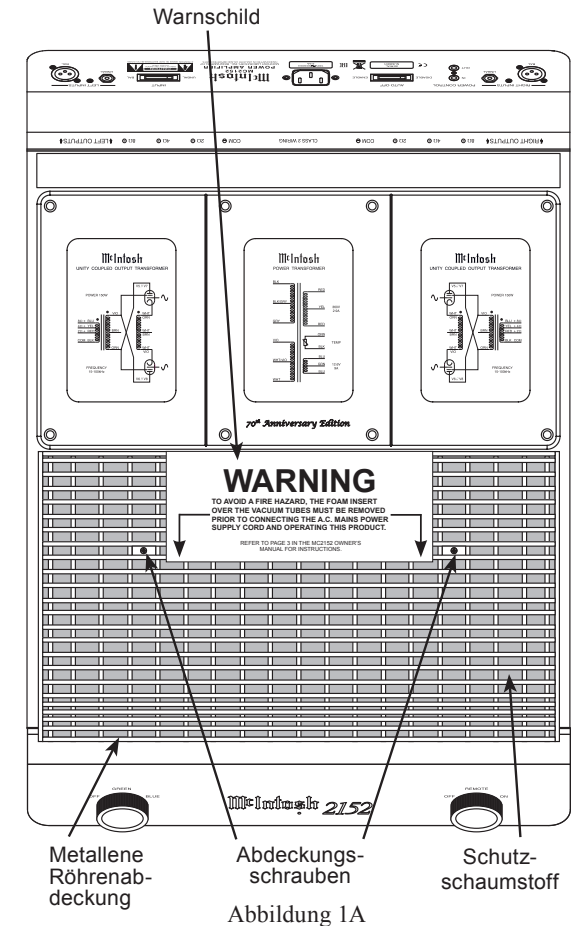

Abbildung 1A
1. Stellen Sie den MC2152 so ab, dass dessen Vorderseite auf Sie gerichtet ist, und entfernen das Warnschild. Siehe Abbildung 1A.